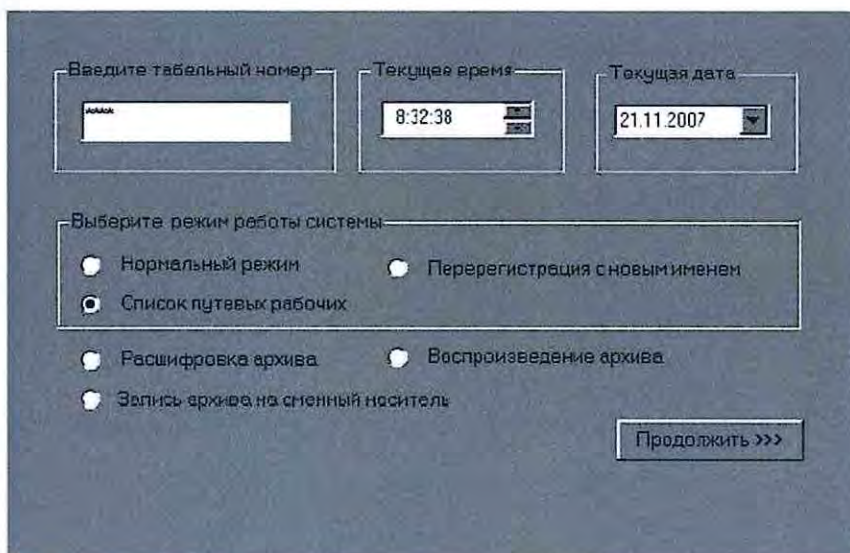

Рисунок 2. Вход на АРМ ДСП.
7.1.3 После перезапуска на монитор ПЭВМ выводится окно диалога для регистрации ДСП. В поле «Введите табельный номер» вместо номера необходимо ввести пароль электромеханика, и затем нажать клавишу «Enter». Если пароль введен верно, в окне диалога станет возможным выбор дополнительных режимов работы «Расшифровка архива», «Запись архива на сменный носитель», «Воспроизведение архива» (Рисунок 2).